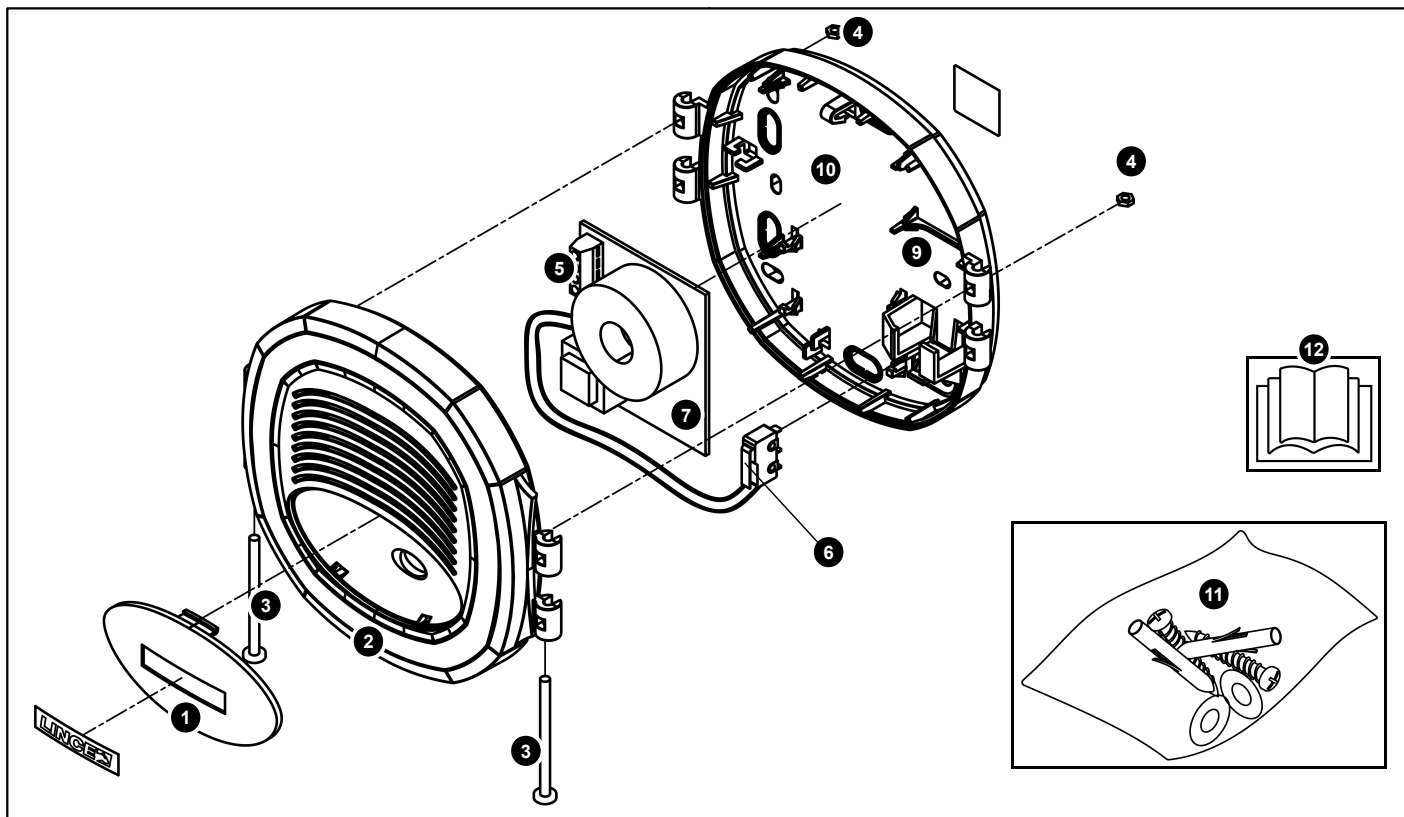

Fig. 1 - Componenti generali e dotazioni di serie / General components and standard equipment
Refer to fig. 1 to identify the standard equipment.
- Loosen and remove one of the 2 screws (ref. **3**, fig. 1) and open the lid (**2**).
1. Svitare e rimuovere una delle due viti **3** (fig. 1) ed aprire il coperchio **2**.
1. Loosen and remove one of the 2 screws (ref. **3**, fig. 1) and open the lid (**2**).